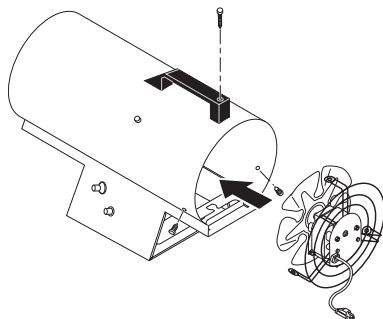

Figure 12 - Installation du moteur et de la grille de protection du ventilateur dans l'appareil de chauffage
11. Installez le moteur et la grille de protection du ventilateur à l'arrière de l'habillage de l'appareil de chauffage. Vérifiez que le cordon électrique est bien positionné (voir figure 12).
8. Installez le moteur et la grille de protection du ventilateur à l'arrière de l'habillage de l'appareil de chauffage. Vérifiez que le cordon électrique est bien positionné (voir figure 12, page 9).